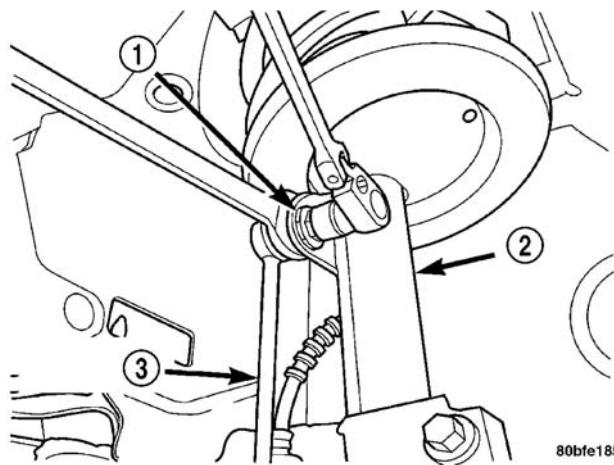

图 41 稳定杆连杆与滑柱的连接
注意：自稳定杆连杆的球销上取下螺母时，不要让球销在其座内旋转。将开口扳手置于加工到球销内的平台上，固定住球销，不让它转动（图 41）。
(5) 从滑柱总成上的支架拆卸稳定杆连杆（图 41）。在拆卸时，将开口扳手置于加工到球销内的平台上，然后在握住扳手的同时拆下螺母。将球销推出支架。